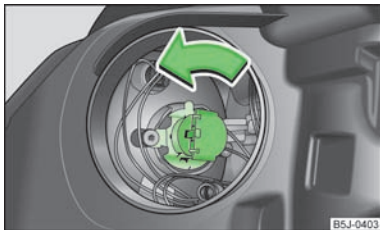

Abb. 149
- › Den Stecker mit der Glühlampe bis zum Anschlag **entgegen** dem Uhrzeigersinn drehen » Abb. 149 und herausnehmen.